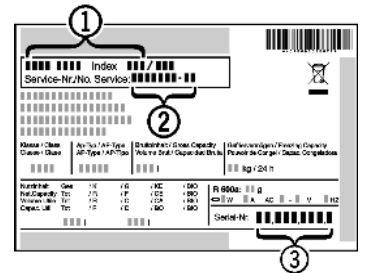

Fig. 45
- ▶ Назва пристрою Fig. 45 (1), сервісний номер Fig. 45 (2) та серійний номер Fig. 45 (3) вказані на заводській табличці. Заводська табличка знаходиться всередині пристрою, зліва.